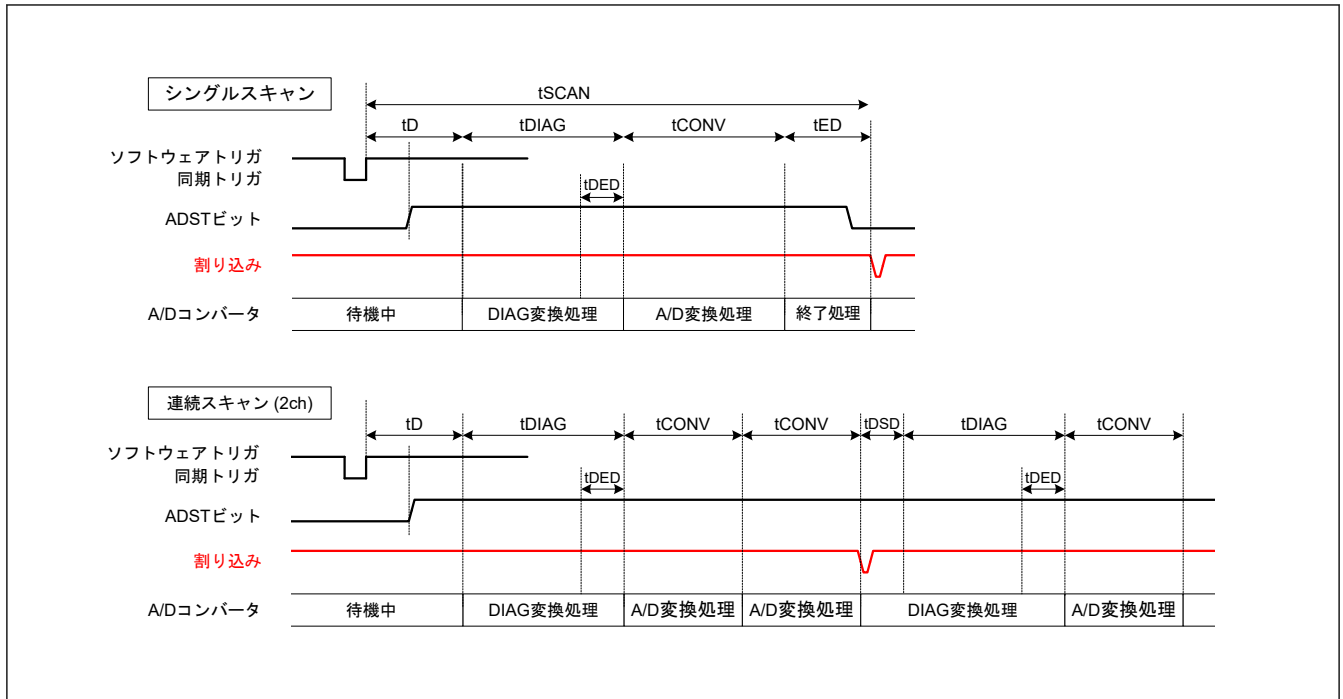
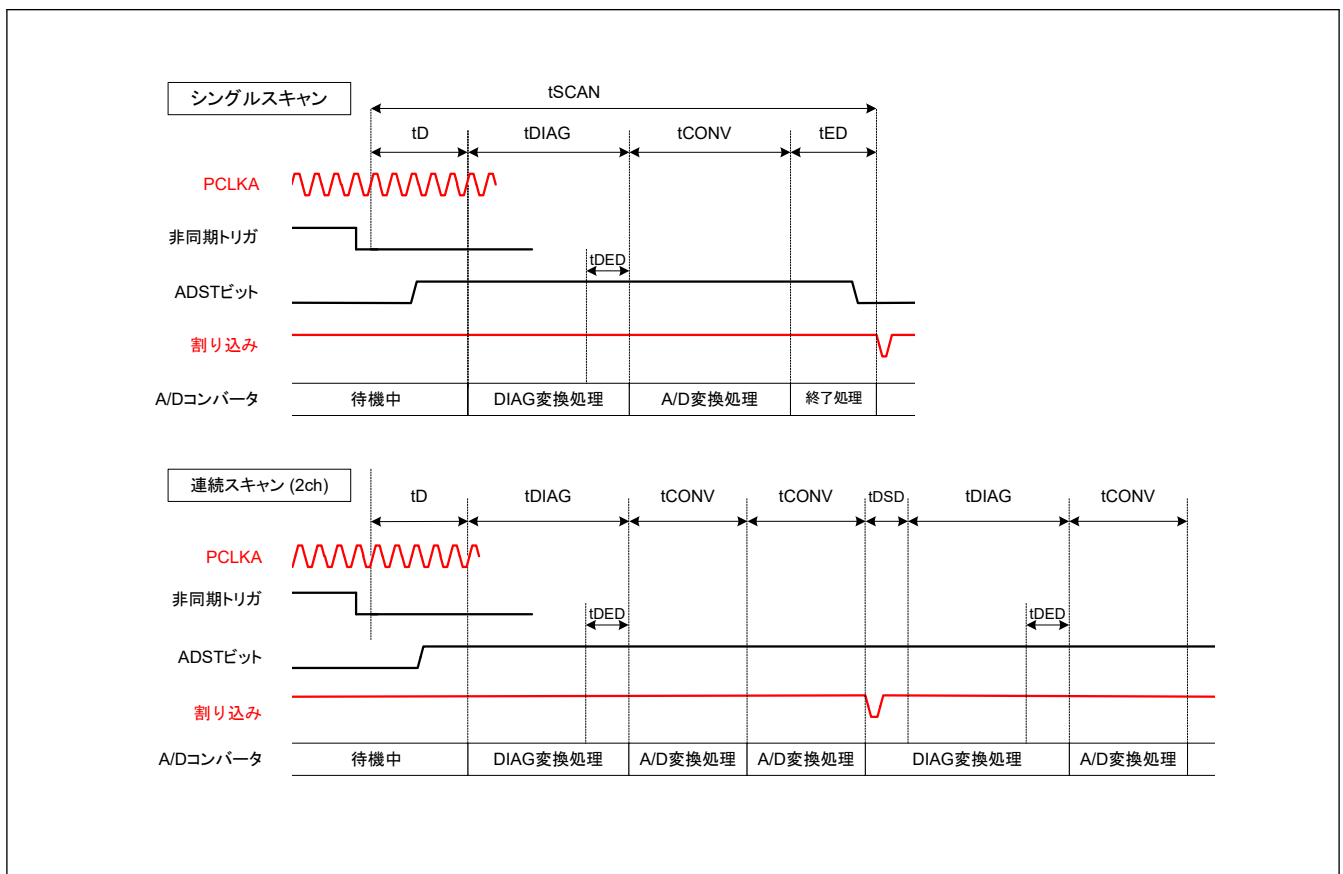

図 39.35 スキャン変換のタイミング (ソフトウェア起動または同期トリガ入力 (GPT, ELC) 起動の場合)
図 39.36 スキャン変換のタイミング (非同期トリガ入力 (ADTRGn (n = 0, 1)) 起動の場合)
図 39.35 に、ソフトウェアトリガまたは同期トリガ (GPT, ELC) 起動によりスキャン変換を行う場合のタイミングを示します。また、図 39.36 に、非同期トリガ (ADTRGn (n = 0, 1)) 起動によるスキャン変換を行う場合のタイミングを示します。スキャン変換時間 ( $t_{SCAN}$ ) には、スキャン変換開始遅延時間 ( $t_D$ )、チャンネル専用サンプル&ホールド回路処理時間 ( $t_{SPLSH}$ )(注1)、断線検出アシスト処理時間 ( $t_{DIS}$ )(注2)、自己診断 A/D 変換処理時間 ( $t_{DIAG}$  と  $t_{DSD}$ ) (注3)、A/D 変換処理時間 ( $t_{CONV}$  と  $t_{DSD}$ )、チャンネル専用サンプル&ホールド回路終了時間 ( $t_{SHED}$ )(注4)、およびスキャン終了遅延時間 ( $t_{ED}$ ) が含まれます。
- 注 1.  $t_D$ ,  $t_{SPLSH}$ ,  $t_{DIAG}$ ,  $t_{CONV}$ ,  $t_{ED}$  の各タイミングについては、図 39.35 と 図 39.36 を参照してください。